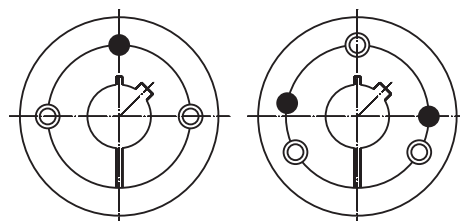

Abb. 1
2. Spannbuchse in die Elementnabe einsetzen und dabei alle Anschlussbohrungen zur Deckung bringen. Hierbei müssen jeweils halbe Gewindebohrungen halben glatten Bohrungen gegenüberliegen (Abb. 1).